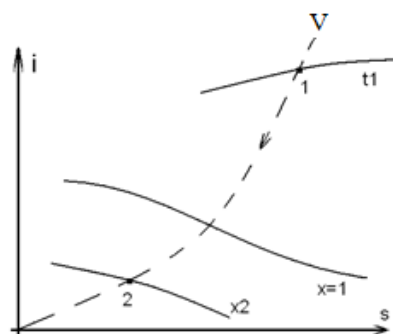

рисунок 3
- Ответы: 1). рисунок 1      2). рисунок 2      3). рисунок 3